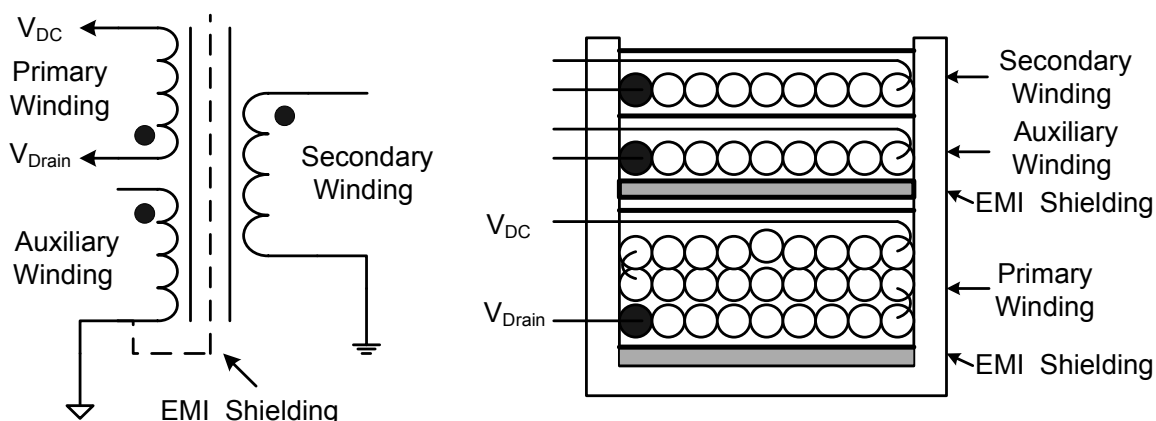

图 2.5 变压器构造
1. 辅助绕组和次级绕组如图 2.5 示，必须密绕且绕满绕平，以获得良好的耦合；